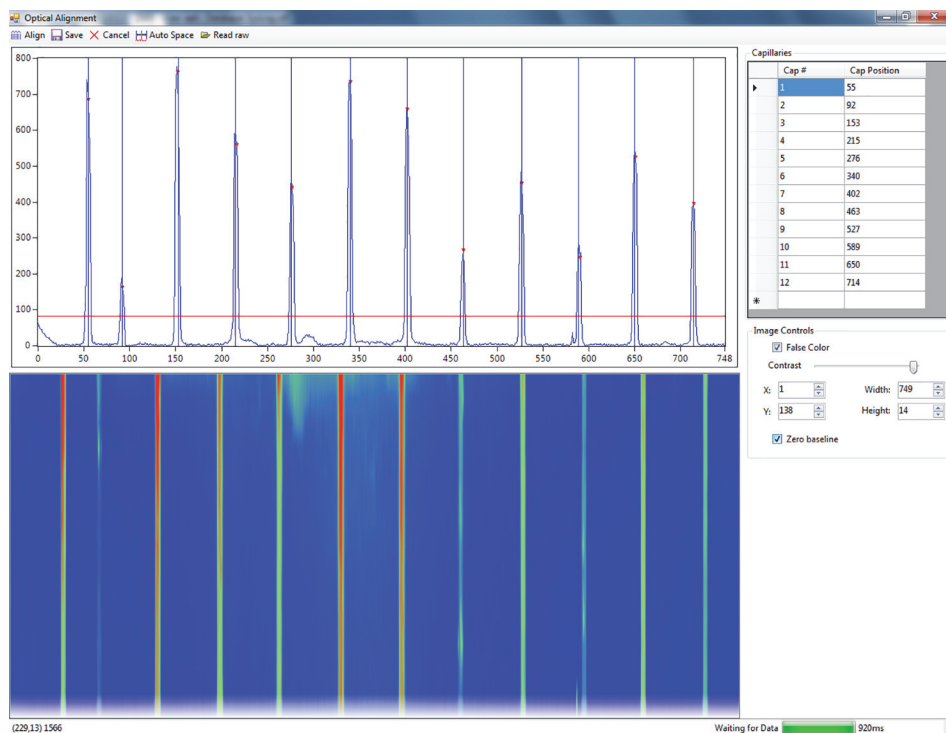

图 29 实时毛细管校准弹出窗口（示例为 12-毛细管阵列）
- 1 当出现提示时，在毛细管校准准备 (Capillary Alignment Prep) 窗口中选择否 (No) 将打开 *毛细管校准* (Capillary Alignment) 窗口的实时视图（图 29）。
将打开 *毛细管校准* (Capillary Alignment) 窗口的实时视图（参见图 29）。
7 调整图 29 中看到的红色基线，直至在每个毛细管峰上方均观察到一个红点。